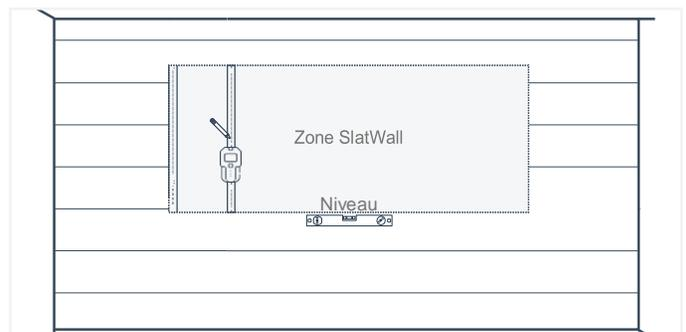

Fig. 11
- Installez les panneaux pour murs et plafonds Trusscore en laissant une ouverture pour l'installation des panneaux SlatWall comme déterminé par les indications d'espacement fournies à l'étape 1 (Fig. 11).